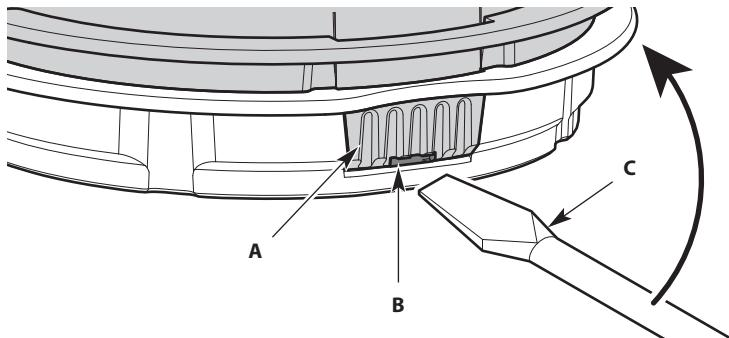

Fig. 4
- a. Insert a flat-head screwdriver into the notch on the tab (Fig. 4).
- b. Gently tilt the screwdriver up and hold it in place (Fig. 4).
- c. While holding the screwdriver in place, gently twist the screwdriver to unlock the tab from the tab slot (Fig. 4).
- a. Insérez un tournevis à tête plate dans l'encoche de la languette (Fig. 4).
- b. Inclinez doucement le tournevis vers le haut et maintenez-le en place (Fig. 4).
- c. Tout en maintenant le tournevis en place, tournez doucement le tournevis pour déverrouiller la languette de l'encoche pour languette (Fig. 4).